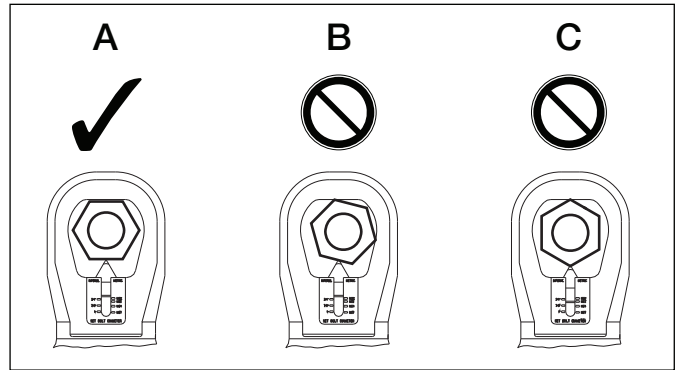

図 8、切断ヘッドの位置合わせ
6. 切断ヘッドとナットを位置合わせし、ブレード平面をナット平面の1つに合わせます。ナットをヘッドの中心に位置合わせして、ブレードがナット平面の中心を切断するようにします。図8のAを参照してください。